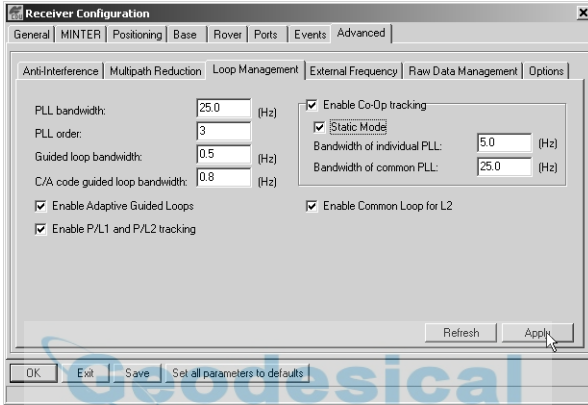

Figura 3-4. Advanced->Loop Management
4. Haga clic en la pestaña **Loop Management** (Gestión de Bucle) y defina los siguientes parámetros, después haga clic en **Apply** (Figura 3-4):